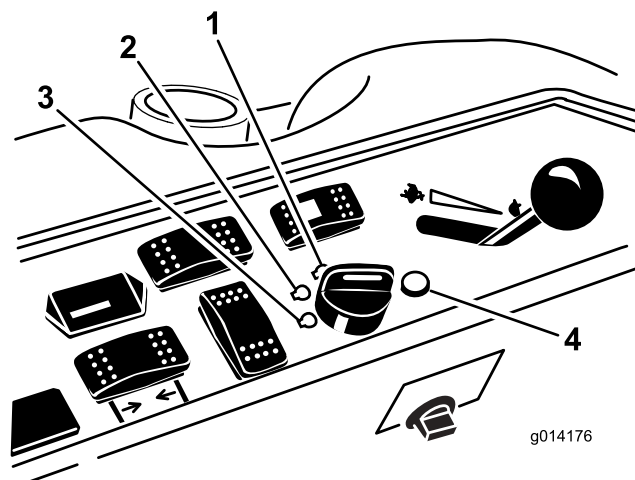

Figure 10
6. Tournez la clé de contact dans le sens horaire à la position Contact (Figure 10).
3. Tournez la clé de contact à la position Arrêt (Figure 10). Attendez l'arrêt de toutes les pièces en mouvement avant de quitter la position d'utilisation.